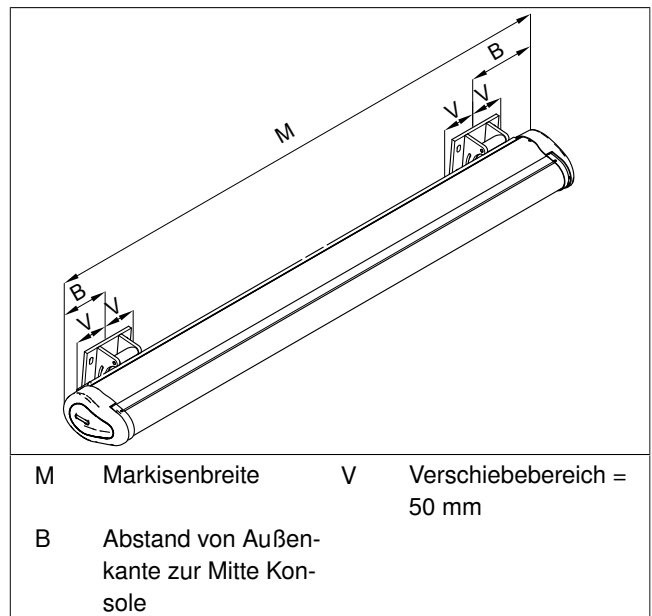

Abb. 3: Maßskizze für Konsolenposition (für 2 Konsolen)
- Die Position der Konsolen auf den Montageuntergrund übertragen (siehe Abb. 3/Seite 6). Auf Höhengleichheit achten.
- Die Position der Konsolen auf den Montageuntergrund übertragen (siehe Abb. 3/Seite 6). Auf Höhengleichheit und gleiche Ausrichtung achten.
- Die Position der Dachsparrenwinkel auf den Montageuntergrund übertragen (siehe Abb. 3/Seite 6). Auf Höhengleichheit achten.